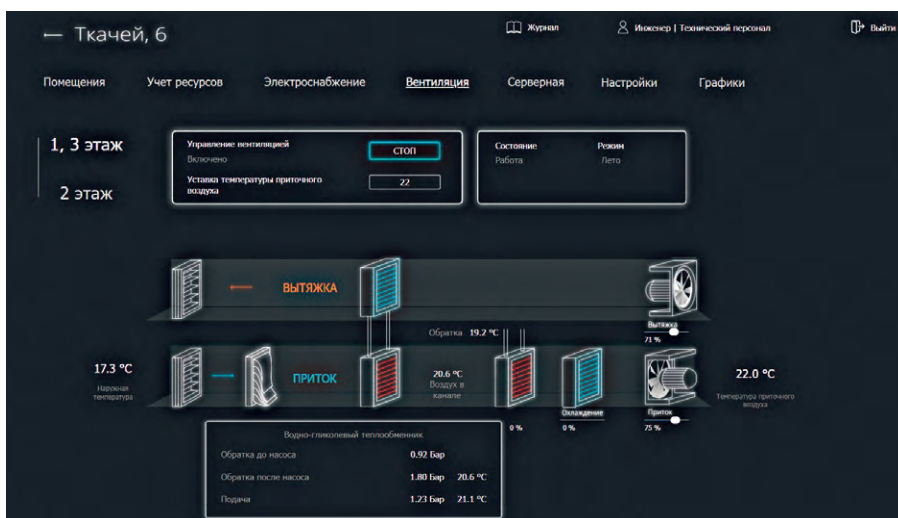

Рис. 5. Контроль системы вентиляции
- Система вентиляции и кондиционирования (рис. 5). В ЕСМО выводятся данные с одной системы с водно-гликолевым теплообменником, четырёх систем с пластинчатым теплообменником и одной системы с ротационным рекуператором. В системах осуществляется контроль фильтров, нагревателей, охладителей и клапа-